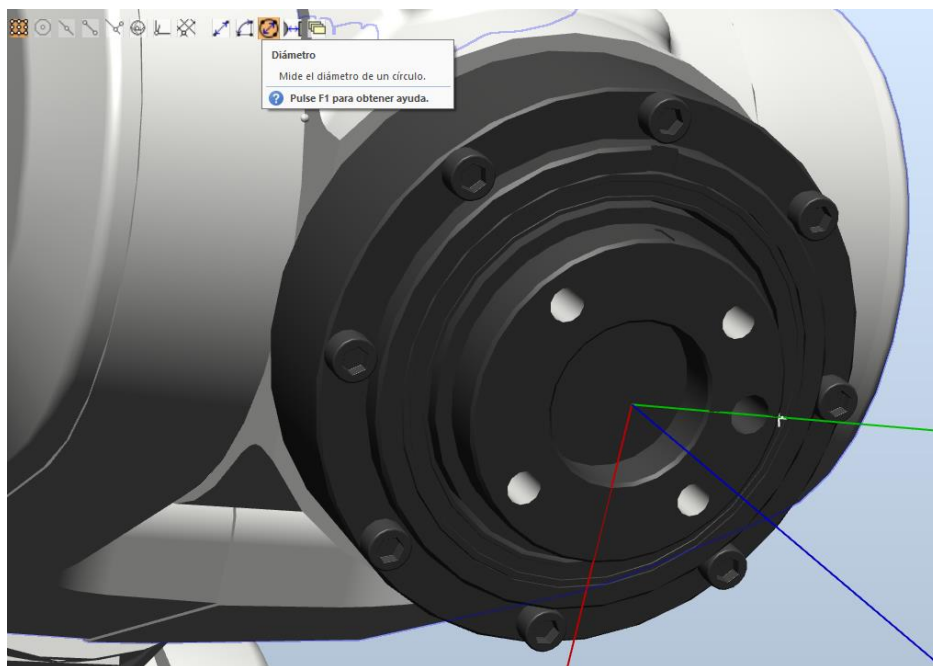

Figura 2. Brida del robot ABB IRB 120. Herramienta “Medir diámetro” seleccionada
2. Mide el diámetro de la brida del robot utilizando la herramienta de medir diámetro disponible en el “Grupo Medir” de la vista central de RobotStudio (Figura 2)